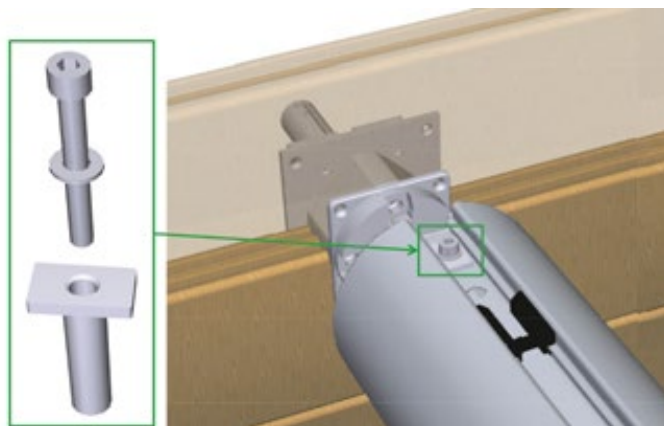

Figura 41 – Bloqueo del árbol en el eje de la cubierta automática
Bloquee el árbol en el eje (*Figura 41*) utilizando una cánula de plástico, una arandela de 8 mm de diámetro y un tornillo cilíndrico de cabeza hexagonal de 8 × 65 de acero inoxidable A4 (suministrado con el eje de la cubierta automática).
Los pasos para montar la viga se muestran en la *Figura 41*. Los tornillos necesarios para este montaje están en el paquete Y. En esta figura, la pared de madera se encuentra entre las partes 7 y 8, y el revestimiento se encuentra entre las dos juntas de goma (7).
Montar los dos soportes de apoyo de la pared divisoria (12) en las placas (5) con cuatro tuercas (14) y cuatro arandelas (13) de 8 mm de diámetro de acero inoxidable A4. Asegúrese de que los salientes en los que los agujeros ranurados de los soportes (12) están situados en el lado opuesto del skimmer y el eje de la cubierta automática (véase el zoom de los soportes de la pared divisoria (12) en la *Figura 41*).